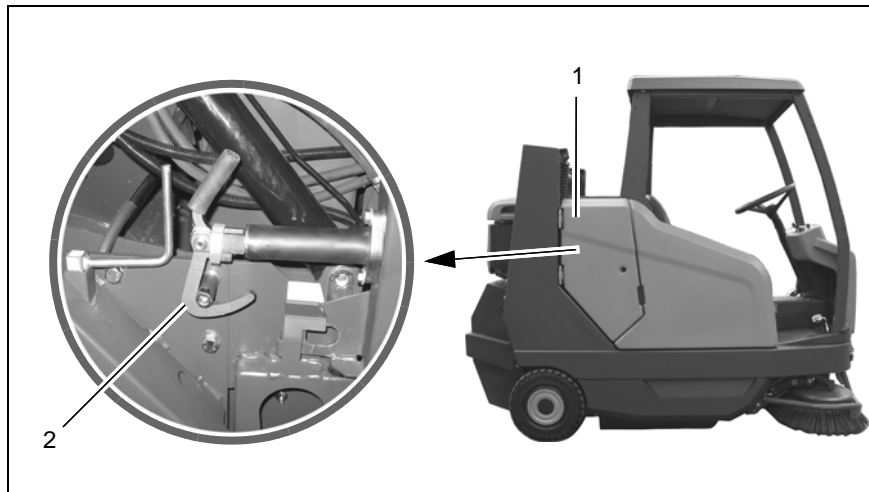

Abb.23
2. Seitentür (Abb. 23/1) mit Vierkantschlüssel öffnen.
3. Die Verriegelung (Abb. 23/2) entriegeln. Sitzkonsole hochschwenken.